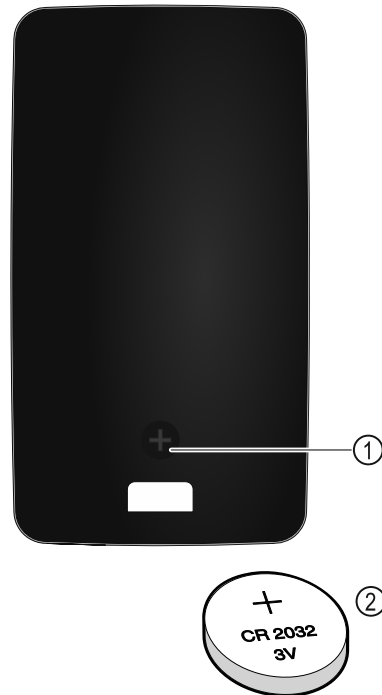

Fig. 220
Die Stromversorgung der Fernsteuerung erfolgt über eine Batterie des Typs CR 2032 mit 3V Fig. 220 (2), welche im Fachhandel erhältlich ist.
- ▶ Schraube Fig. 220 (1) auf Rückseite der Fernbedienung herausdrehen.